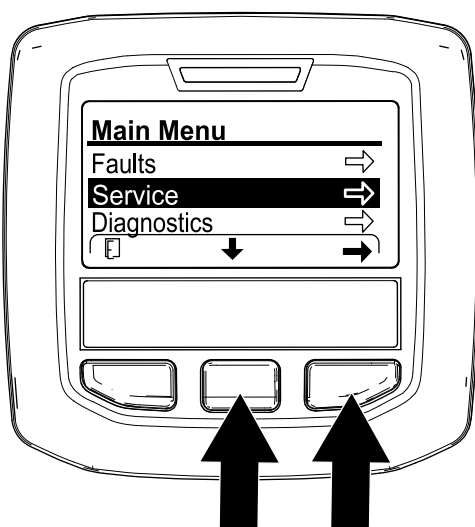

図 177
4. インフォセンターでメインメニューにアクセスする **図 177**。